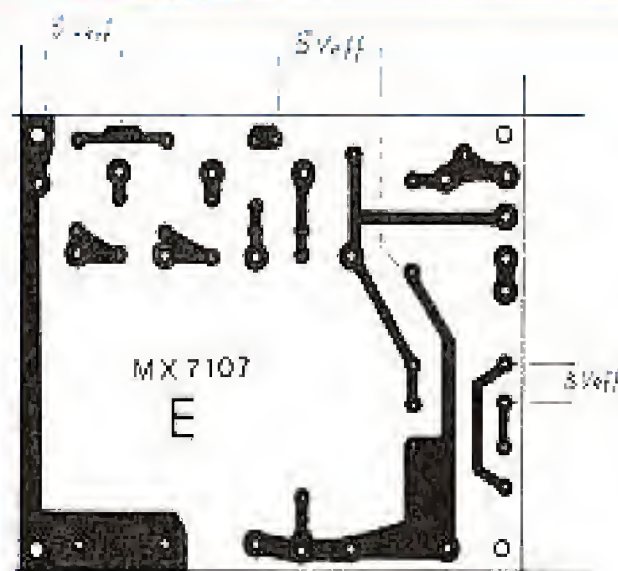

Fig. 19. — C.I. de l'illumination.
**Le E :** figure 19. Simple face de 15/10. C'est la plaque de l'alimentation. Ces circuits, une fois gravés, seront éramés puis percés. La plupart des trous à 7/10. Agrandir à 10/10 ceux des ajustables d'intensité, (A) des condensateurs de filtrage, (E) à 13/10, les trous des picots, (A, B, E). Percer à 30/10 les quatre trous d'angles de B, à 20/10 ceux de E. Percer à 20/10 les trous des vis de fusibles et de